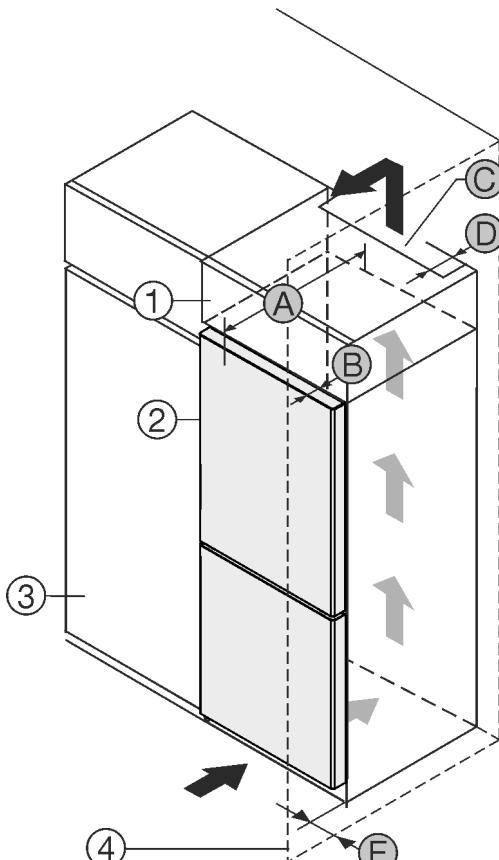

Fig. 1
Можете да поставите уреда непосредствено до кухненския шкаф Fig. 1 (3).*
От задната страна на шкафа-пристройка трябва да има вентилационен отвор с дълбочина Fig. 1 (D) по цялата широчина на шкафа-пристройка.*
Под тавана на помещението трябва да е спазено сечението за вентилация Fig. 1 (C).*
Когато уредът се поставя с пантите до стена Fig. 1 (4), разстоянието между уреда и стената трябва да е поне 13 mm.*
Когато уредът се поставя с пантите до стена Fig. 1 (4), разстоянието между уреда и стената трябва да е поне 20 mm.*
За да можете да отваряте вратата изцяло, уредът трябва да е издаден с дълбочината на вратата Fig. 1 (B) спрямо челото на кухненския шкаф. В зависимост от дълбочината на кухненските шкафове Fig. 1 (3) и използването на детайли за отстояние от стената, уредът може да излезе още по-напред.*